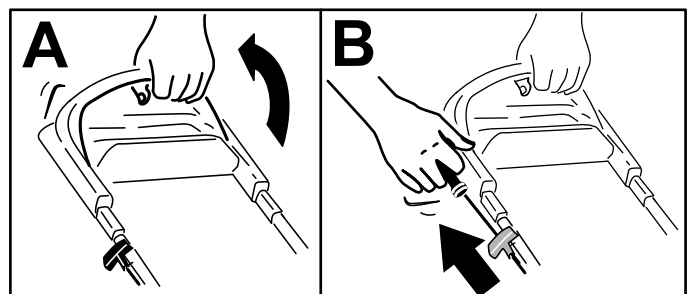

Figure 13
1. Maintenez la barre de commande de la lame contre le guidon (A de Figure 13).
2. Tirez sur la poignée du lanceur (encadré B de la Figure 13).